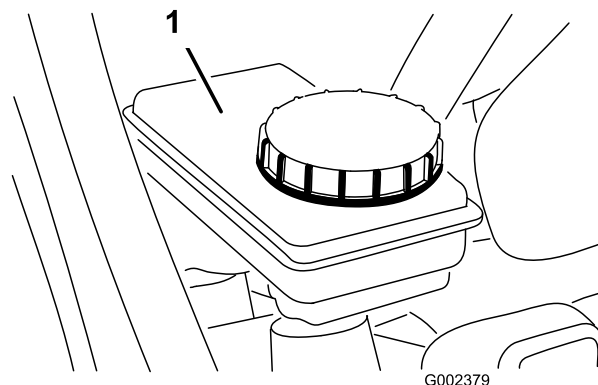

Figura 24
2. El nivel de líquido debe llegar a la línea Lleno del depósito (Figura 24).